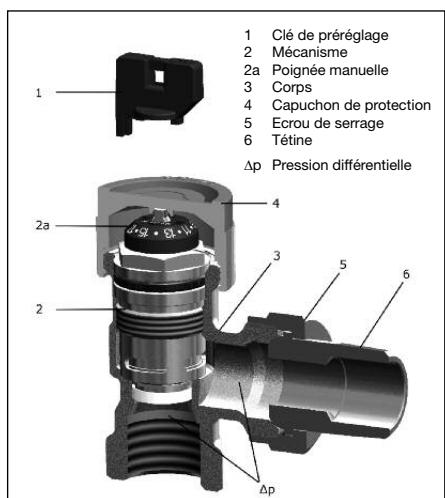

Fig. 5.2 Conception du robinet thermostatique «AQ»
Le débit maximal peut être réglé à l'aide de la clé de pré-réglage (fig. 5.2, pos. 1) (voir aussi 7.1).
Avec l'appareil de mesure raccordé, la pression différentielle disponible au corps de robinet est mesurée. Pour ce faire, dévisser le mécanisme (pos. 2, fig. 5.2) à l'aide du «Demo-Bloc» et effectuer une mesure avec la tige de mesure de la pression différentielle. Dès lors que la pression différentielle mesurée est égale ou supérieure à la pression différentielle  $\Delta p$  min. (voir 4.1), elle est assez élevée pour permettre la régulation automatique du débit par le robinet.
Le robinet thermostatique est livré avec un capuchon de protection plastique (pos. 4, fig. 5.2) protégeant la tige du robinet et servant au réglage manuel de la levée du robinet pendant les travaux de construction.
Le réglage se fait à l'aide de la clé de préréglage (pos. 1, fig. 5.2) qui est montée sur la poignée manuelle (pos. 2a, fig. 5.2).